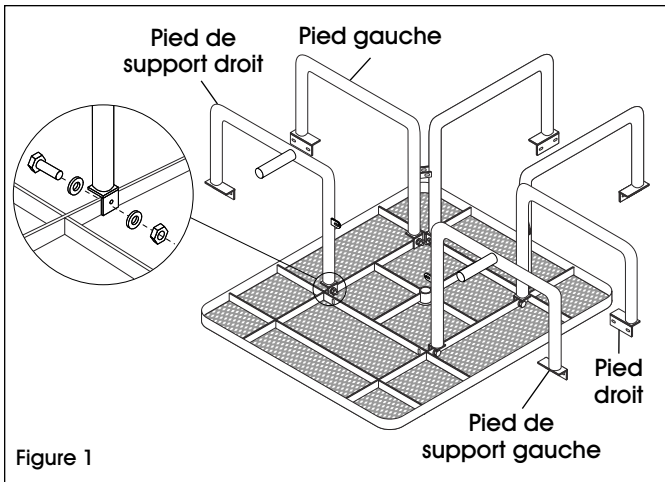

Figure 1
1. Placez le dessus de table à l'envers. À l'aide d'un boulon, de deux rondelles et d'un écrou, installez chaque pied sur le dessus de table sans les fixer. Les entretoises des pieds se fixent de l'intérieur. Les pieds gauches et droits sont marqués respectivement. Faites correspondre les pieds avec les repères des côtés droit et gauche situés en dessous de la table. (Voir Figure 1)